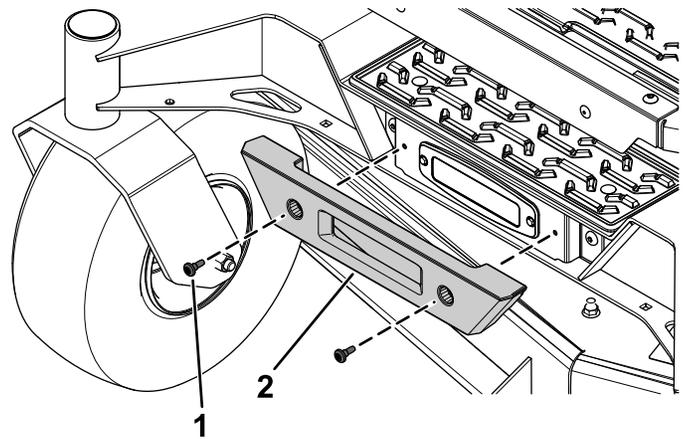

Bild 3
2. Befestigen Sie den vorderen Stoßfänger mit den zuvor entfernten beiden Torx-Schrauben (Bild 3).